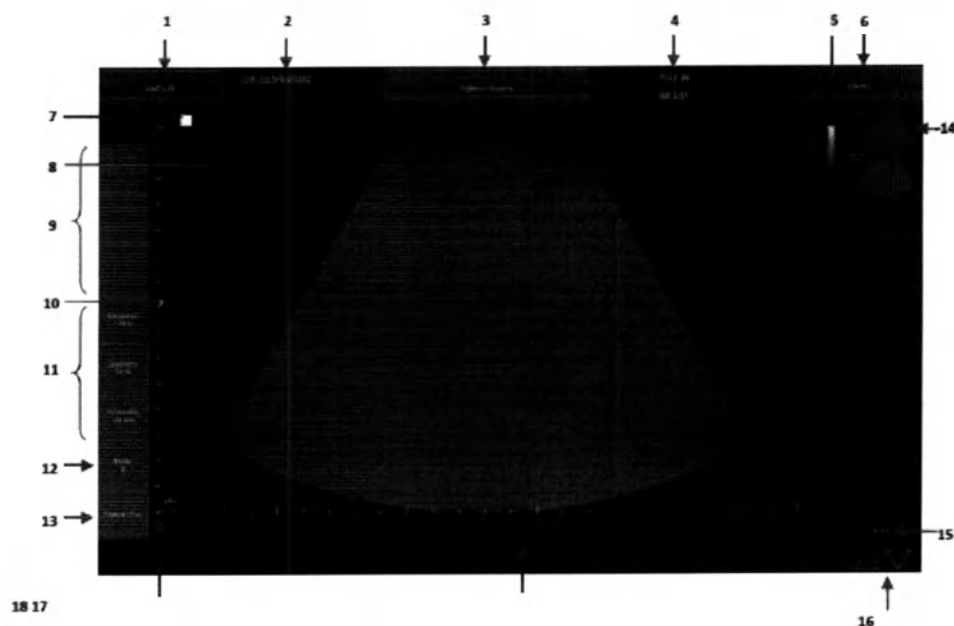

Рисунок 42. Основное окно.
14.2.1. Основное окно (рис. 42):